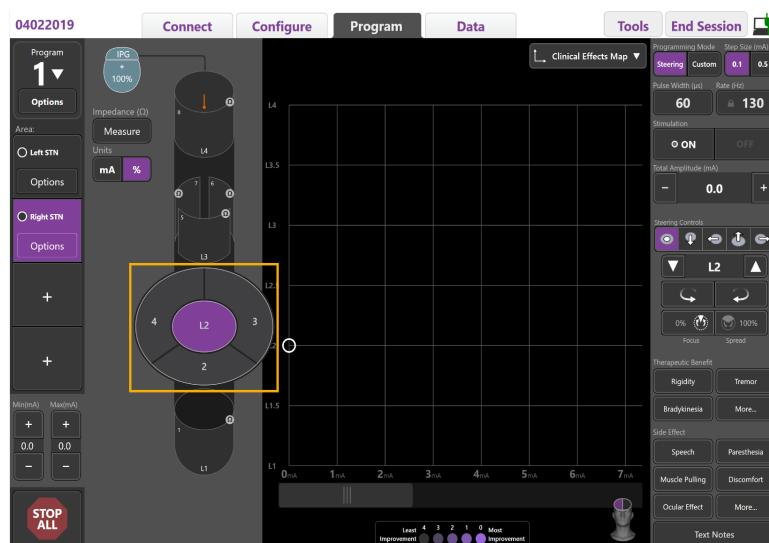

Figura 8. Selettori del contatto direzionale
2. Selezionare un contatto da utilizzare come catodo. È possibile creare un'uguale diffusione della corrente su un livello di contatti ("modalità anello") selezionando un punto qualsiasi all'interno di tale livello, quindi selezionando il pulsante centrale. Per utilizzare un singolo segmento direzionale come catodo, selezionare un punto qualsiasi all'interno di quel livello, quindi selezionare il pulsante corrispondente (Figura 8).